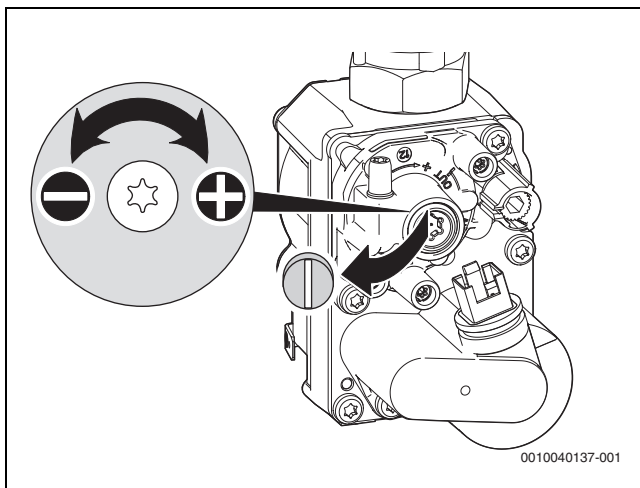

Bild 51 Plombe an der Einstellschraube entfernen
- ▶ Plombe an der Einstellschraube der Gasarmatur entfernen (nur Gasarmatur unten in Bild 51) und CO2- oder O2-Gehalt für minimale Nennwärmeleistung einstellen.